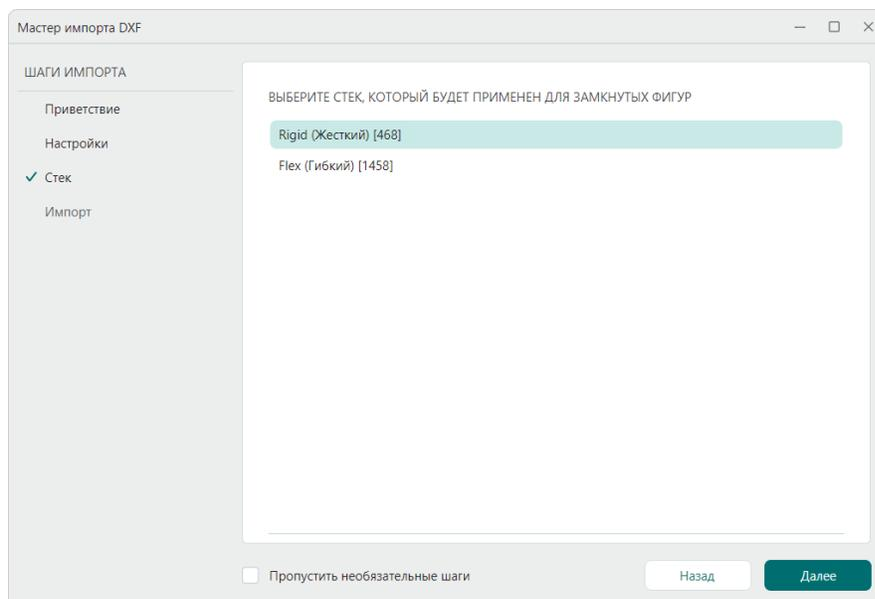

Рис. 96 Шаг мастера импорта «Стек»
6. Шаг мастера импорта DXF «Стек» доступен для работы при импорте границ платы на слой BOARD_OUTLINE в проект с несколькими стеками. В случае если печатная плата имеет один стек или импорт производится на другие слои, данный шаг исключается, см. Рис. 96.